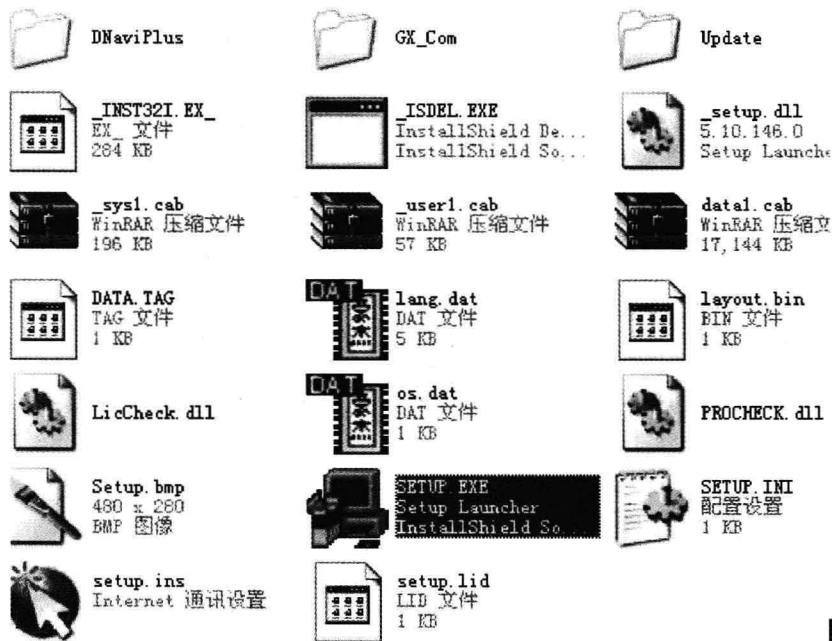

图 1-1 三菱 PLC 编程软件 GX-developer 文件夹
(1) 先安装通用环境，进入三菱 PLC 编程软件文件夹，单击“SETUP. EXE”。三菱大部分软件都要先安装“环境”，否则不能继续安装，如果不能安装，则系统会主动提示你需要安装环境。
(2) 然后进入文件夹，“GX8C”，单击“SETUP. EXE”安装，如图 1-1 所示。